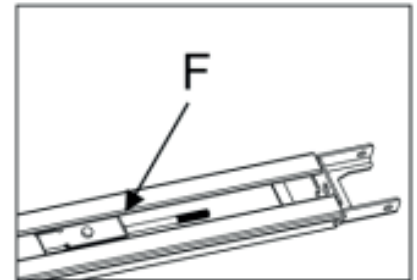

Fig:8
2. Corte la tira plástica; hale la varilla roscada junto con la cadena interna hasta el final de la posición del riel. (Fig. 8)